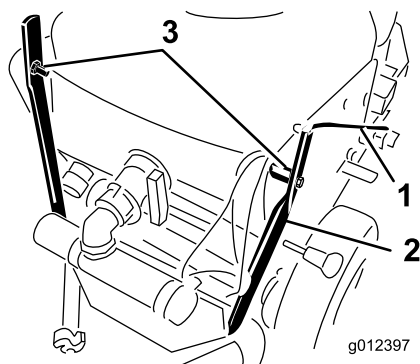

Figura 3
1. Remova o contrapino do gancho, anilha e cinta de cabo que fixa a barra de engrenagem para envio (Figura 3). Guarde o contrapino do gancho e anilha para instalação da barra de engrenagem.
2. Remova os (2) parafusos, espaçadores e porcas que prendem o manípulo ao suporte do depósito (Figura 3). Deite fora os parafusos, espaçadores e porcas.